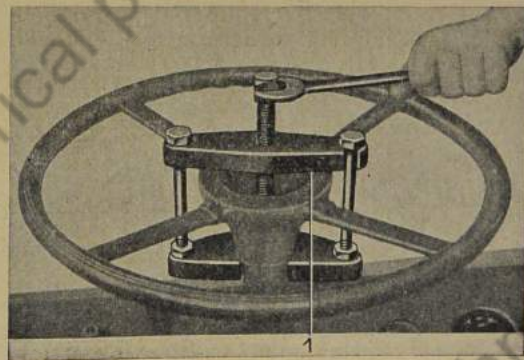

Bild 591: Lenkrad abziehen
6. Mit Abzieher Nr. 1503 das Lenkrad abziehen (Bild 591).